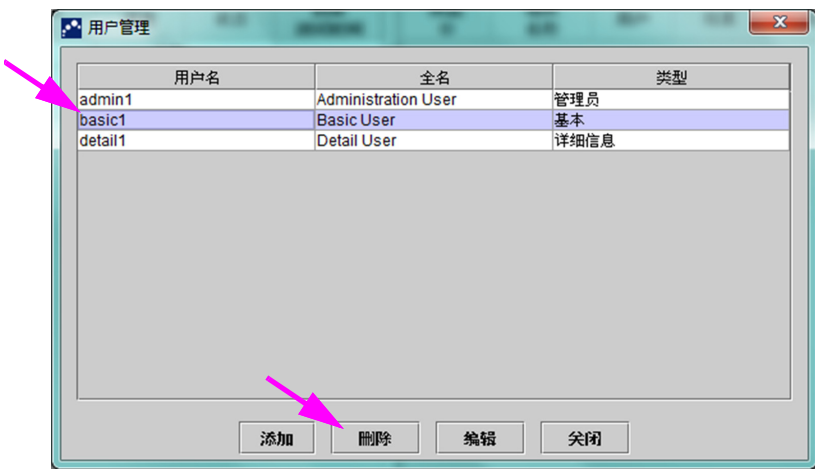

图 2-75. “用户管理”对话框，处于选择要删除用户的状态
2. 单击选择要删除的用户。参见图 2-75。
- 单击**删除**。用户即被删除。参见图 2-75。